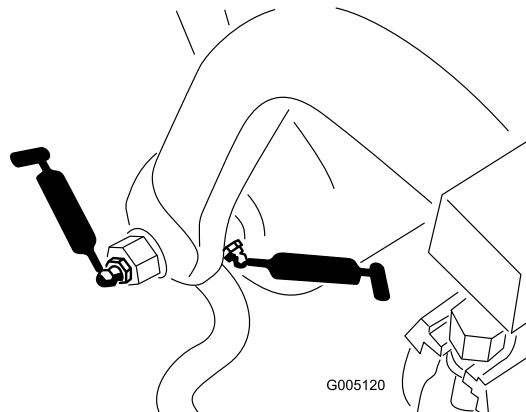

Bild 38
- Zugrahmenwelle und Rolle (12) (**Bild 38**)